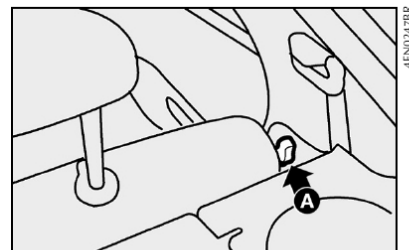

fig. 63
3) Desengatar o encosto, movendo as alavancas laterais **A-fig. 63** no sentido da seta.